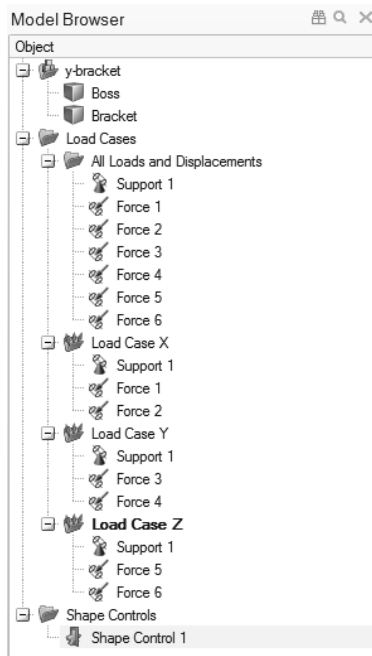

图 5-30
- 4) Shape Control 1 被添加到模型浏览器中的 Shape Controls 文件夹中, 如图 5-30 所示。